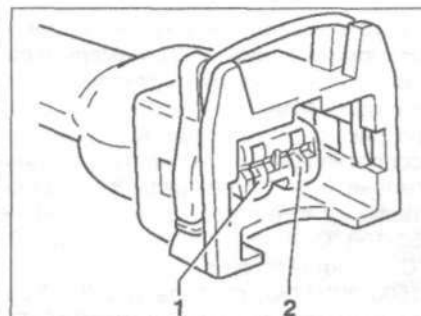

Рис. 6.83. Проверьте провод между тестером и разъемом на разрыв цепи.
11. Проверьте провод между тестером и разъемом на разрыв цепи: контакт 1 + гнездо 64, контакт 2 + гнездо 33 (рис. 6.83). **Заданное значение:** 1.5 Ом.